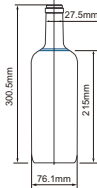
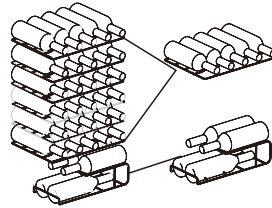

Abb. 1
Abb. 2
- Der Raum für die Lagerung von Flaschen im Weinschrank (CE-JC99GE-FQ, siehe Abb. 2) basiert auf der folgenden markierten Flaschengröße (Abb. 1). Übergroße Flaschen können die mögliche Anzahl der Flaschen im Weinschrank verringern.
- Für Modell CE-JC99GE-FQ: Die empfohlene maximale Flaschenkapazität beträgt 34 Flaschen, wie in Abb.2 dargestellt